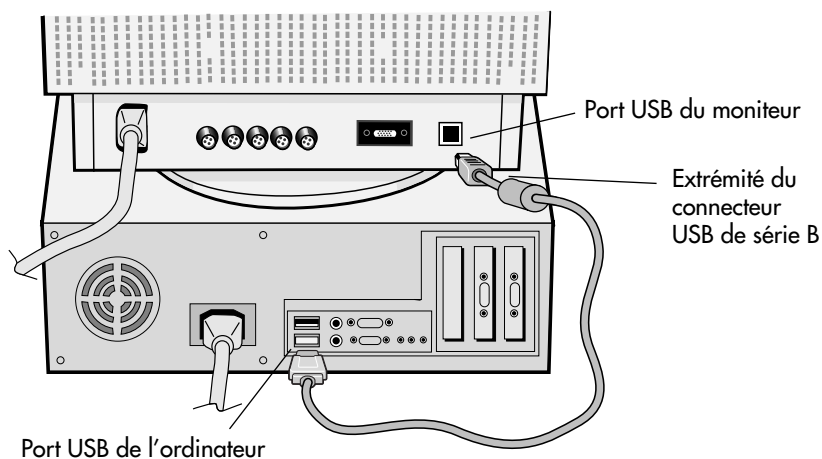

Figure 1
1. Brancher le connecteur USB de série B du câble USB fourni sur le port USB du moniteur (**Figure 1**).
2. Brancher l'autre extrémité du câble USB sur le port USB de l'ordinateur (ou au concentrateur USB connecté à l'ordinateur) (**Figure 1**).